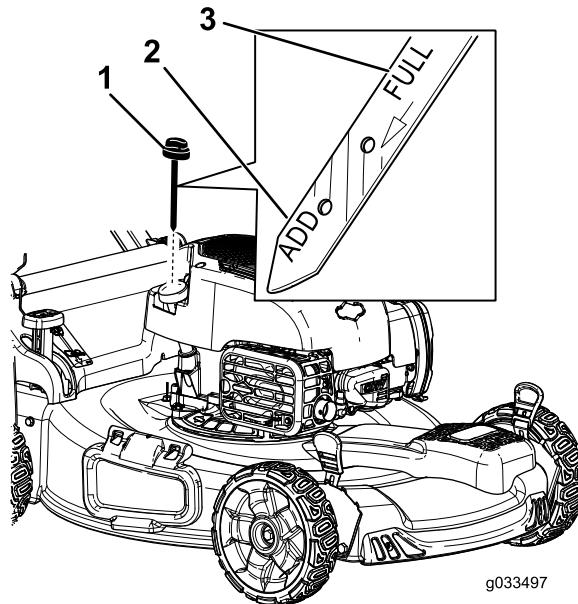

Figura 25
- Girate il tappo in senso antiorario ed estraete l'asta di livello (Figura 25).
10. Controllate il livello dell'olio sull'asta (Figura 25).